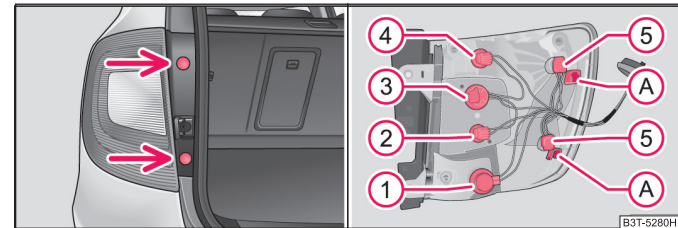

Fig. 216 Demontarea unității de iluminare din spate (Combi)
- Scoateți dopurile ⇒ fig. 216 - stânga și deșurubați, cu o cheie Torx, unitatea de iluminare din spate²⁰⁾.
- Pentru remontare, așezați unitatea de iluminare cu orificiile (A) în pivoții din caroserie.
Poziția de montare a becurilor ⇒ pagina 253, fig. 216.